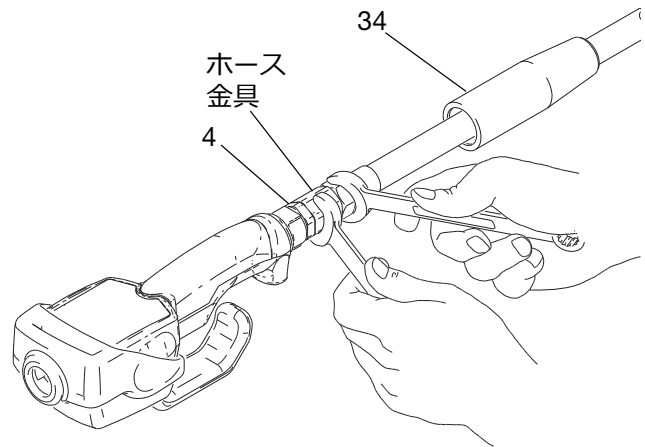

図 5
2. ホース接続金具をスイベル (4) に接続する前に、スイベルカバー (34) を小さい方の端を先にしてホースの上へ滑らせます (図 5)。
4. ホース金具をスイベル (4) 内に通し、固く締め付けます (図 5)。